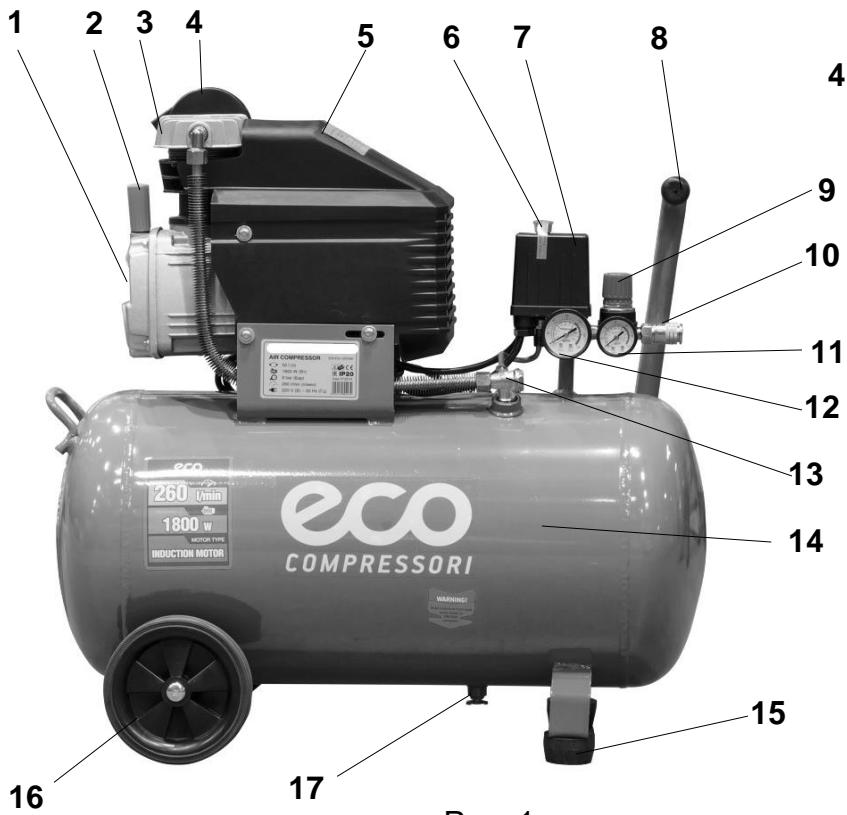
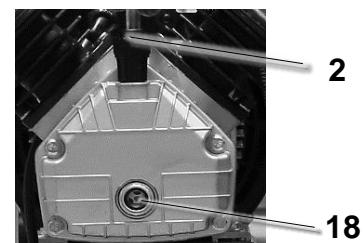

Рис. 1
Рис. 3
- Установите пробку со встроенным сапуном 2 (рис.1 и 2) маслозаливной горловины.
- Проверьте уровень масла. Он должен быть на уровне верхней кромки "красной точки" контрольного глазка 18 (рис.3) или чуть выше его. При необходимости долейте масла, сняв пробку 2 (рис.1 и 2) маслозаливной горловины на крышке картера. Помните, что после первых 30 часов работы следует полностью заменить масло одним из типов, в указанных в таблице (п.5.4).
Убедитесь, что на компрессоре установлено защитное ограждение и выключатель 6 на Прессостате 7 находится в выключенном положении (см. рис.1).
После завершения вышеперечисленных операций компрессор готов к эксплуатации. Проверьте, чтобы переключатель 6 на прессостате 7 (рис.1) находился в положении «OFF».
При первом запуске компрессора, оставьте его поработать на время приблизительно 5 минут с полностью открытыми кранами выпуска воздуха. По истечении этого времени, закройте кран и проверьте, чтобы компрессор нагнетал воздух в ресивер 14 (рис.1) и останавливался автоматически по достижении максимального давления, указанного на компрессоре, а также на индикаторе манометра.
ВНИМАНИЕ! Реле давления (прессостат) 7 (рис.1) отрегулировано изготовителем, и не должно подвергаться регулировкам со стороны пользователя.
При помощи регулятора давления 9 (рис.1 и 4), установите требуемое значение: при повороте ручки по часовой стрелке давление увеличивается, при повороте против часовой стрелки – уменьшается.
Значение давления выводится на манометр 11 (рис.1 и 4).
Отсоедините пробку маслозаливной горловины 2 (рис. 1 и 2) и, воспользовавшись специальным приспособлением (шприц маслозаливной), откачайте масло.
Установите пробку маслозаливной горловины 2 (рис.1 и 2) на прежнее место.